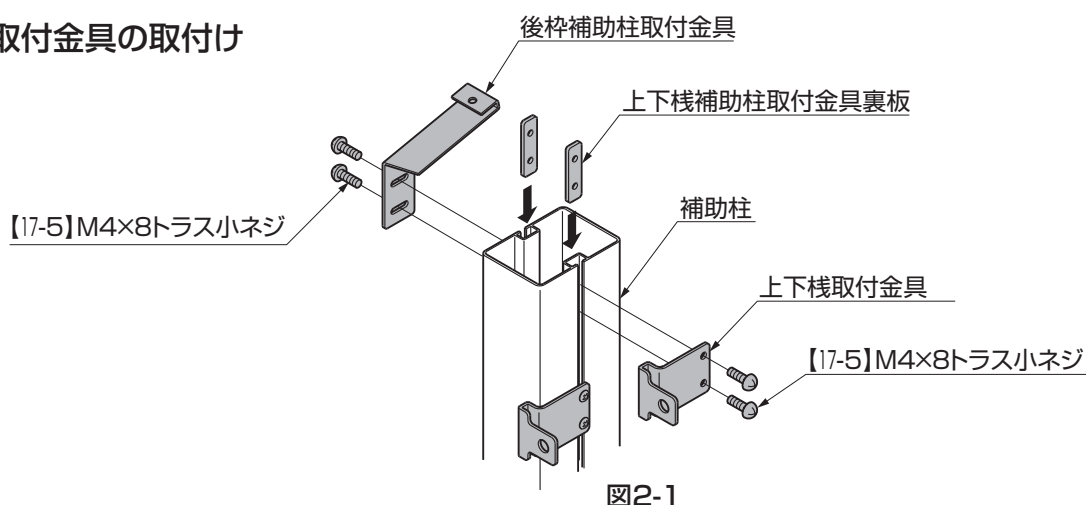

図2-1
- ①「補助柱」に、「上下棧取付金具」と「上下棧補助柱取付金具裏板」を、上棧・中棧・下棧の本数分【17-5】で仮止めしてください。(図2-1参照)
- ②「後枠補助柱取付金具」と「上下棧補助柱取付金具裏板」を【17-5】で仮止めしてください。(図2-1参照)